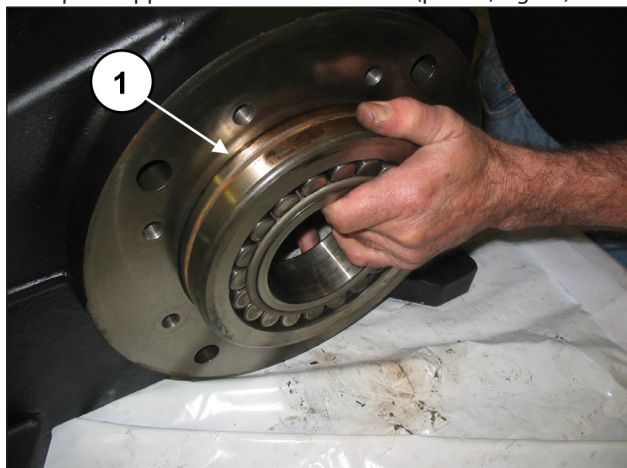

Fig. 30
Dalla parte opposta estrarre il cuscinetto (pos. ①, Fig. 30).